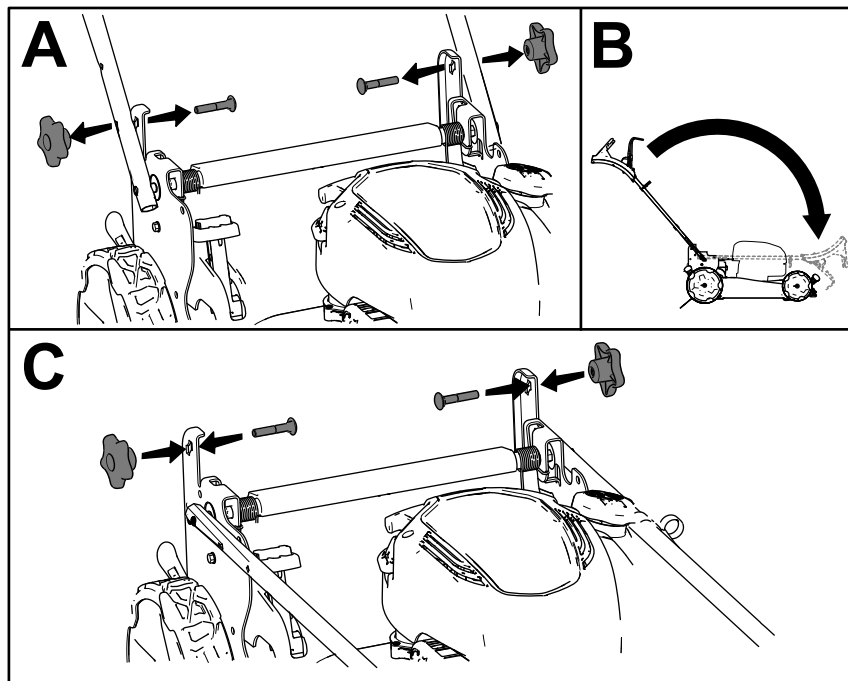

Figura 24
1. Îndepărtați și păstrați cele 2 butoane ale mânerului și 2 uruburi de fixare din suporturile mânerului (A din Figura 24).
2. Pliati mânerul prin rotirea acestuia în față (B din Figura 24).
3. Strângeți ușor butoanele de mâner și uruburile de fixare pe suporturile mânerului (C din Figura 24).